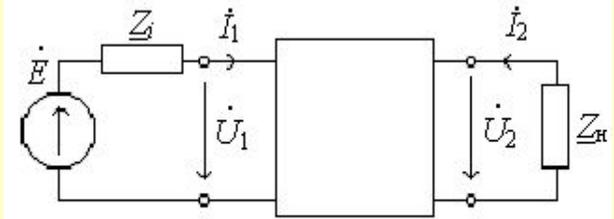

Рис. 7.2
- Часто четырехполюсники являются передающим (согласующим) звеном между источником сигнала и нагрузкой (см. рис. 7.2). Определим условие, когда четырехполюсник оказывается согласованным, т.е. условие, при котором через четырехполюсник от источника сигнала в нагрузку передается наибольшая мощность.